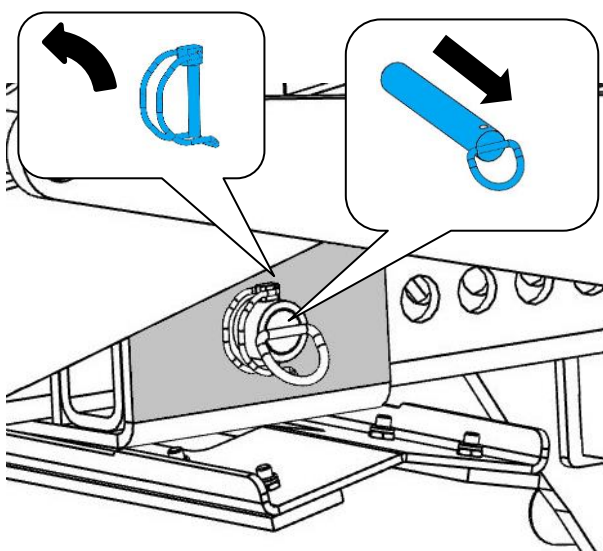

Abb. 2
2. Klappsplint (1) am Unterteil entfernen (Abb. 2).
3. Steckbolzen (2) herausziehen (Abb. 2)